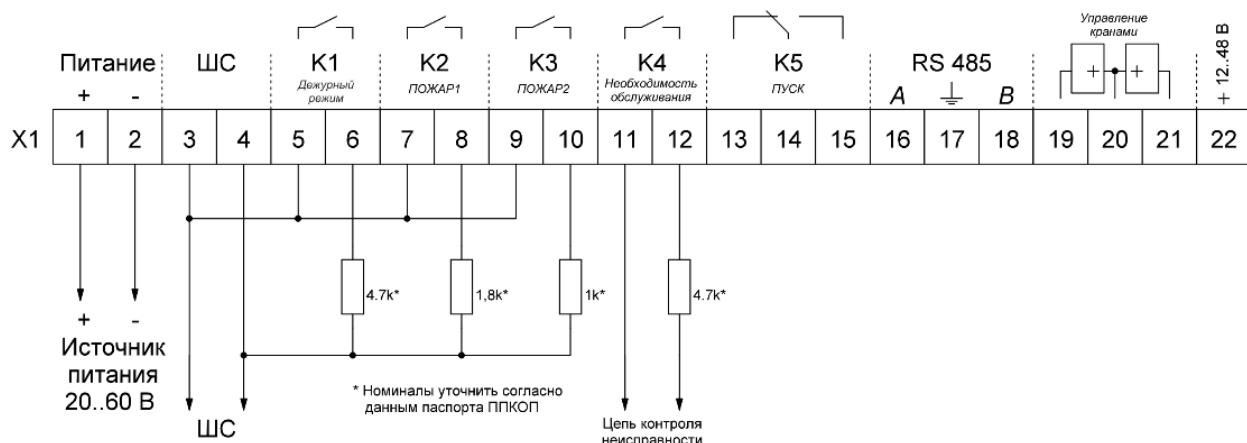

Рисунок 9 – Схема подключения с отдельным сигналом об обслуживании
19.1 Схема подключения к ПЦН с приоритетом сигналов о пожаре при уменьшении сопротивления ШС и формировании извещений «Пожар 1», «Пожар 2» (номиналы резисторов приведены для ПЦН типа ППКОП Сигнал-20П Smd, С2000-АСПТ с ШС1 тип 1 пожарный дымовой с определением двойной сработки) (рисунок 9). Схема представлена с настройками реле, установленными по умолчанию.